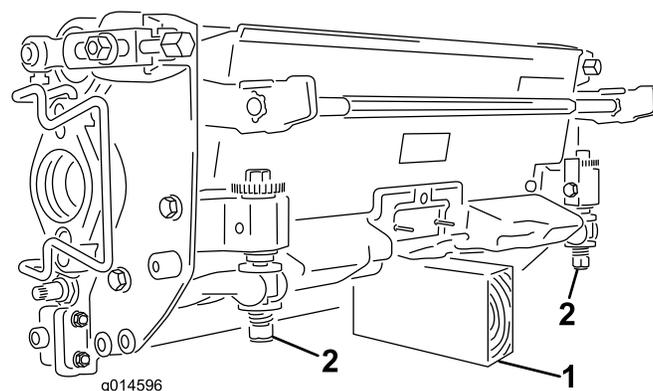

Рисунок 50
**Внимание:** Если необходимо наклонить режущий блок, подложите опору под заднюю часть режущего блока, чтобы гайки регулировочных винтов неподвижного ножа не упирались в рабочую поверхность (Рисунок 50).